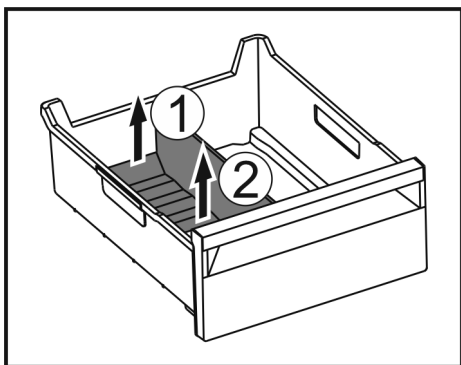

Fig. 126
- Zvedněte zadní část přepážky přihrádky na led. Fig. 126 (1)
- Přepážku přihrádky na led vyjměte nahoru. Fig. 126 (2)